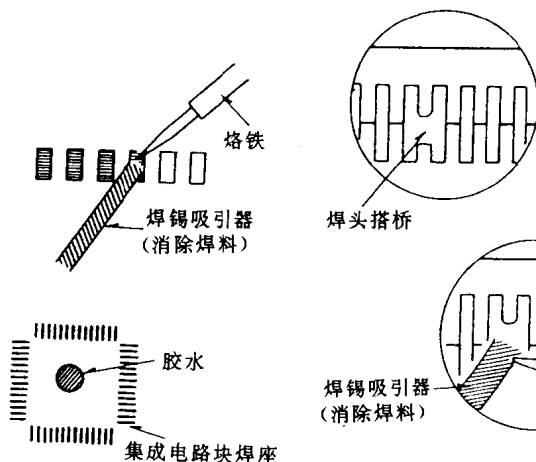
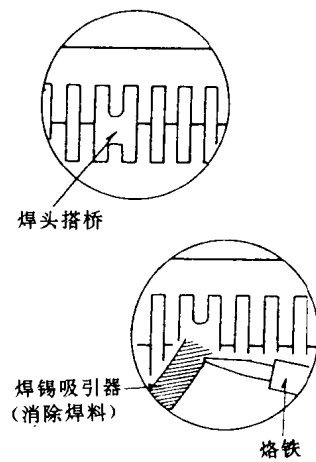

图 T8 清除残留焊料
图 T9 清除搭桥焊料
- (1) 用焊锡吸引器(消除焊料)吸去仍留在集成电路块周围的焊料(图 T8)。
- (2) 在集成电路块焊座的中央点上少许胶水。
- (3) 在焊座上装上新集成电路块并校正各个脚与焊座的位置。
- (4) 用 0.3mm 焊条焊上对角线上的两个脚,并固定其位置。
- (5) 用 0.3mm 焊条和 0.3mm 尖头烙铁焊上集成电路块所有的脚。
- (6) 检查所有的脚是否都接上了。
- (7) 如果焊头如图 T9 所示搭桥了,用焊锡吸引器吸去焊料。